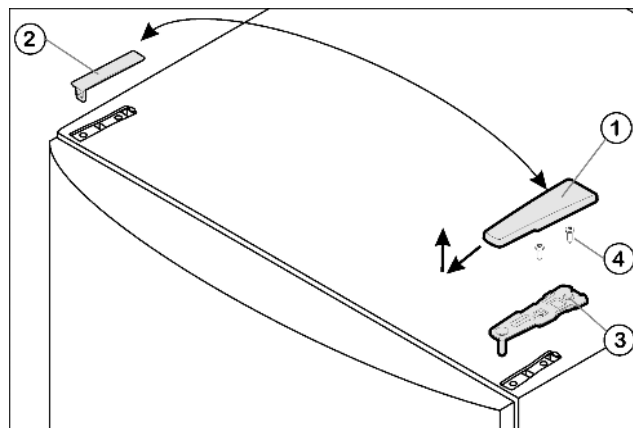

Fig. 5
- ▶ Skinite pokrov Fig. 5 (1) prema naprijed i gore.
- ▶ Podignite pokrov Fig. 5 (2).
- ▶ Odvijte gornji podložak ležaja Fig. 5 (3) (2 puta Torx® 25) Fig. 5 (4) i izvucite ga prema gore.
- ▶ Umetnite gornji podložak ležaja Fig. 5 (3) na novu stranu šarke u vrata.
- ▶ Čvrsto pritegnite gornji podložak ležaja (**s 4 Nm**) (2 x Torx® 25) Fig. 5 (4). Eventualno probušite šilom ili odvijačem na baterije rupe za vijke.
- ▶ Postavite izvana pokrov Fig. 5 (1) i pokrov Fig. 5 (2) uvijek na suprotnu stranu i pustite ih da uskoče.